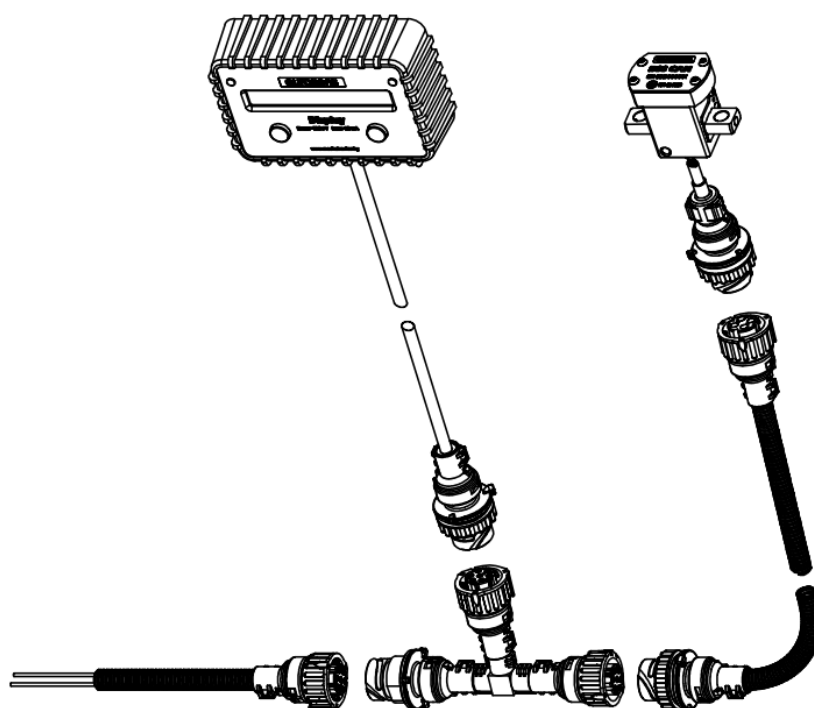

рис. 4.3. Использование контроллера совместно с дисплеем
- При необходимости отображения нагрузки на ось и/или веса груза транспортного средства и прицепа рекомендуется использовать eurosens Display CAN (рис. 4.3) либо модификации – Display RS, Display RS/CAN Mini.